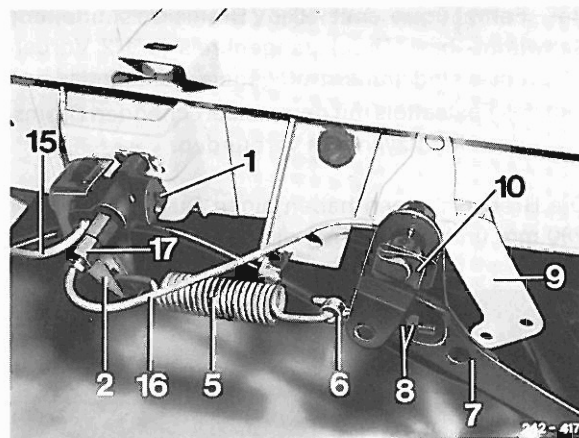

Bild 127 Anordnung Bremskraftregler
Den erforderlichen Restdruck zur Hinterrad-Trommelbremse hält bei der 1. Ausführung das in den Bremskraftregler eingebaute Restdruckventil (17) aufrecht (Bild 127). Bei der 2. Ausführung ist das Restdruckventil in die Bremsleitung, die vom Hauptzylinder kommt (unter dem Fahrerhaus) eingebaut.